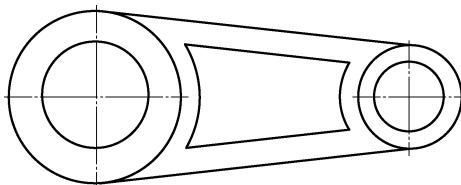

图 8-57 打开视图
- [1] 打开初始文件“Z8g7.sladdrw”，打开视图，如图 8-57 所示。